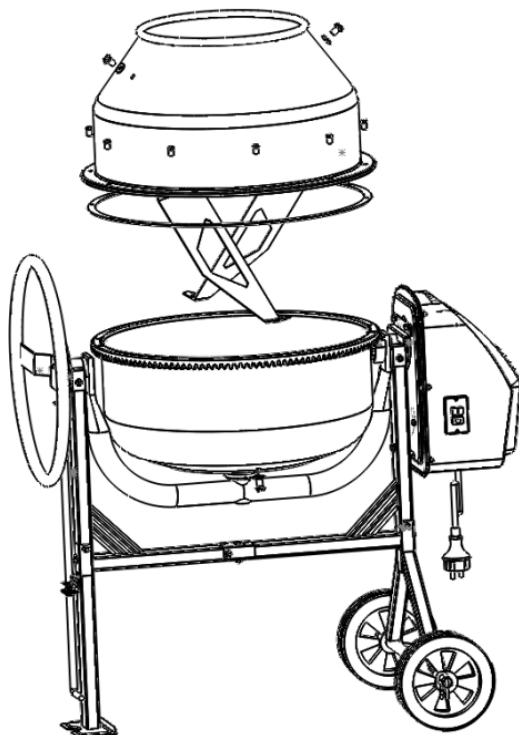

Fig.12
- Posizionare la guarnizione di gomma sull'unità inferiore del tamburo di miscelazione (9), p.13, come mostrato nella Fig.12 della pagina seguente.
- Posizionare l'unità superiore del tamburo di miscelazione (6) sull'unità inferiore del tamburo di miscelazione.